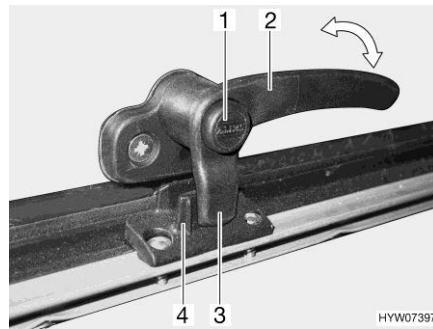
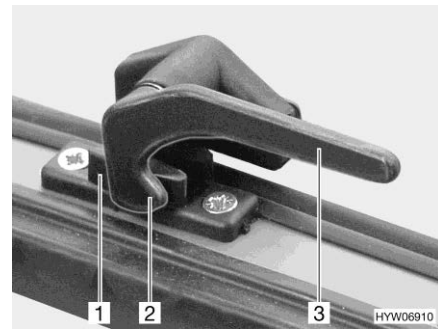

Fig. 94 Leva di serraggio con bottone di sicurezza in posizione "Chiuso"
Fig. 95 Leva di serraggio in posizione "Chiuso"
- Se presente, premere e tenere premuto il bottone di sicurezza (Fig. 94,1).
- Ruotare la leva di serraggio (Fig. 94,2 o Fig. 95,3) di un quarto di giro verso il centro della finestra.
- Ruotare la leva di serraggio (Fig. 94,2 o Fig. 95,3) di un quarto di giro verso il telaio della finestra.
- Il nasello di chiusura (Fig. 94,3 o Fig. 95,2) della leva di serraggio si trova completamente sul lato interno della chiusura della finestra (Fig. 94,4 o Fig. 95,1).
- In posizione "Completamente chiusa" (Fig. 94 e Fig. 95)